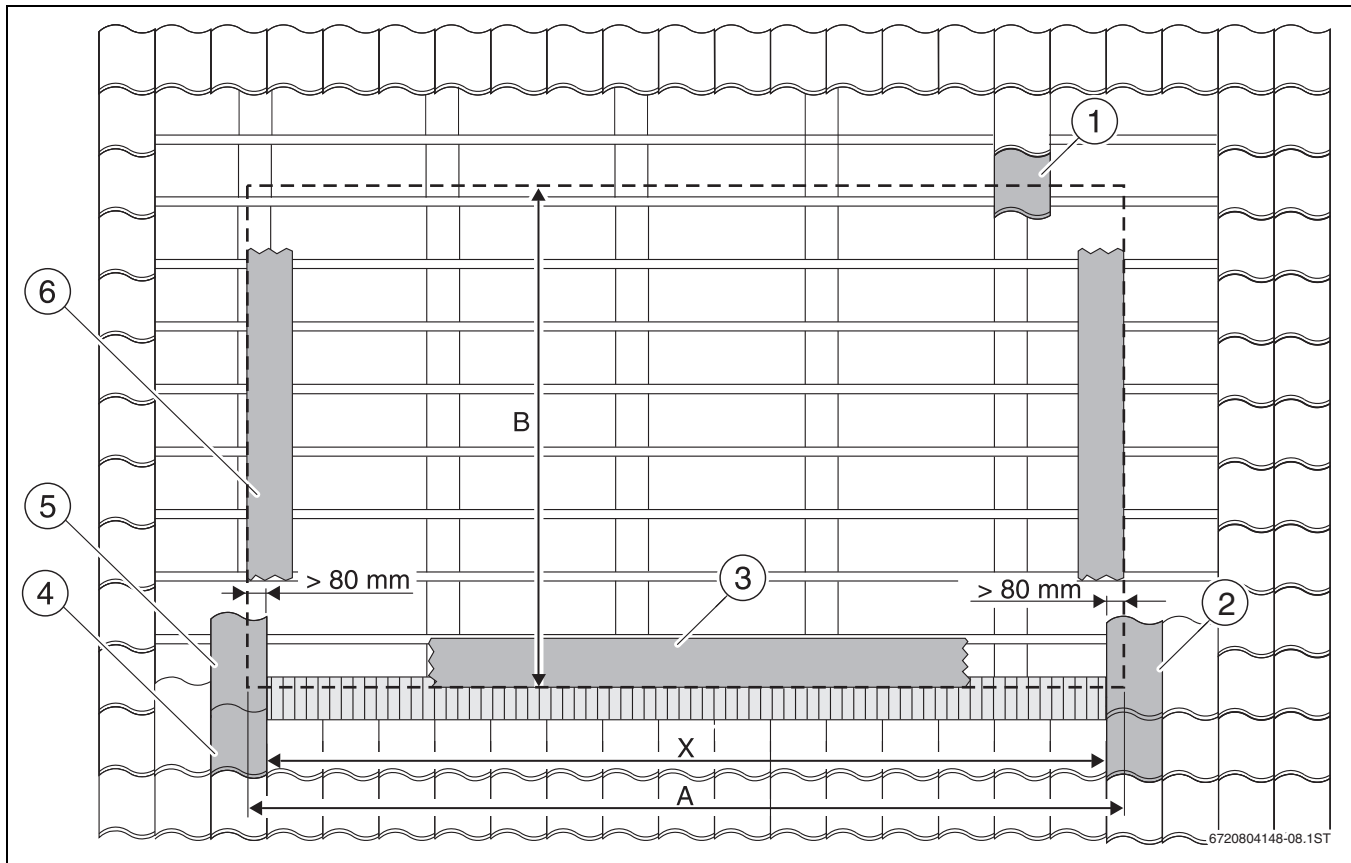

Bild 19 Lage des Kollektorfelds
- ▶ Maß X auf das Dach übertragen und linke Dachziegelreihe (→ Bild 19, [5]) festlegen.
- ▶ Rechte Dachziegelreihe (→ Bild 19, [2]), die bei Bedarf später beim Eindecken geschnitten werden muss, festlegen.
- ▶ Unter Berücksichtigung von Maß B untere Dachziegelreihe (→ Bild 19, [4]) festlegen.
- ▶ Obere Dachziegelreihe, die bei Bedarf später beim Eindecken geschnitten werden muss, (→ Bild 19, [1]) festlegen.